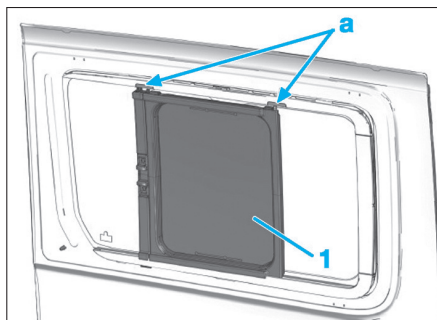

Fig. 66
- Ouvrir la vitre (1) de porte latérale coulissante (Fig.66).